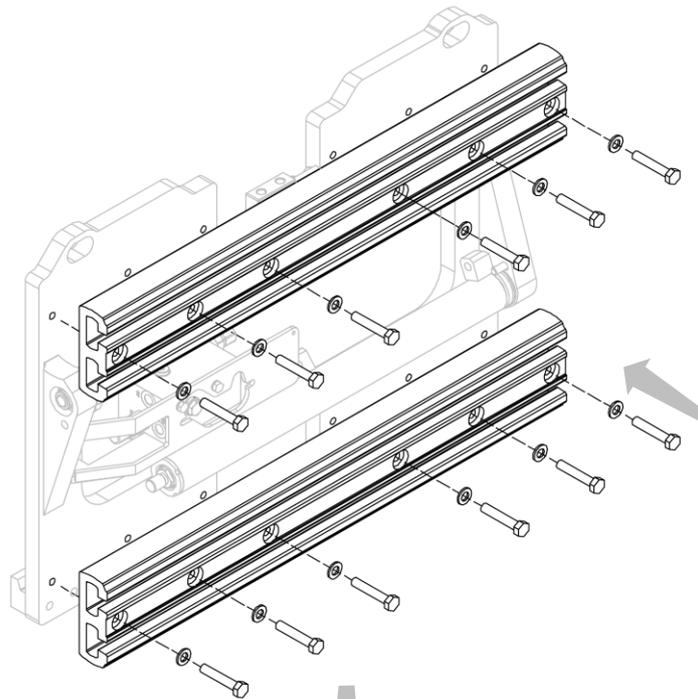

Figura 11
2. Installare, uno per volta, i profili in alluminio mediante le apposite viti (vedi *Figura 11* e *Figura 12*).